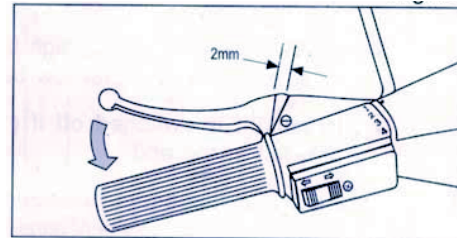

Fig. 23
- 3.1 **Leva frizione:** Premere la leva della frizione verso il manubrio per disinnestare la frizione. (Fig. 23).
- 1.2 Controllare che il gioco nella leva della frizione sia corretto (Fig. 23) ed assicurarsi che funzioni in modo appropriato.